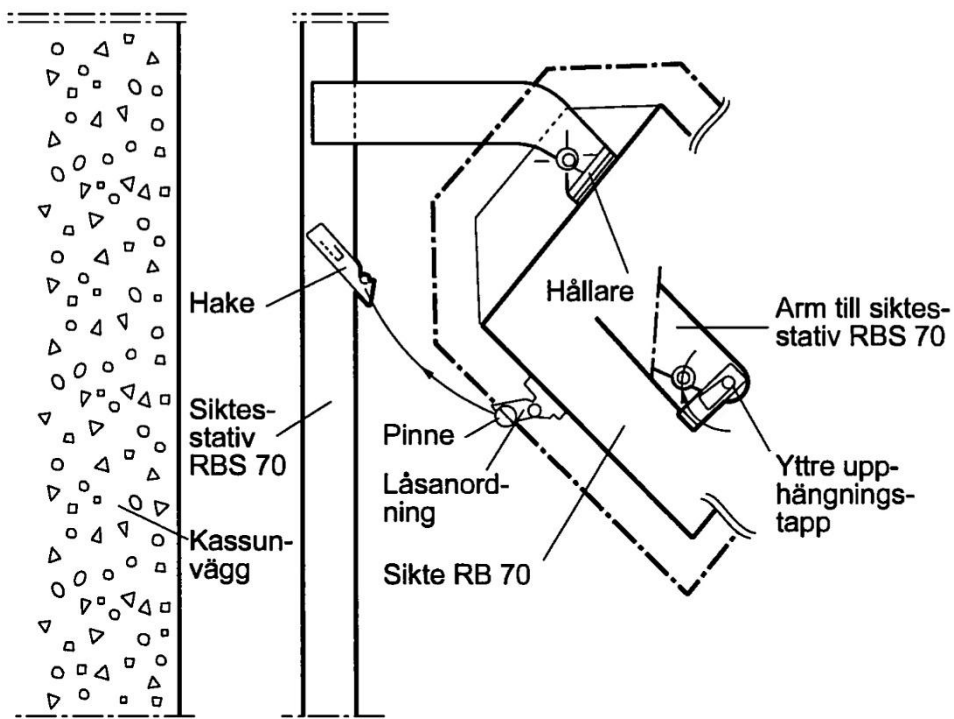

Bild 2.
- Häng siktet så att stativets båda yttre upphängningstappar hamnar rätt i respektive spår i siktets övre upphängningsanordning (bild 2).
För att siktena skall kunna lyftas ut måste först låsanordningen på baksidan lossas (bild 2). Stick in handen ovanför och bakom siktet till vänster om siktesstativet. Tryck ned låsanordningens pinne så att siktet lösgöres.